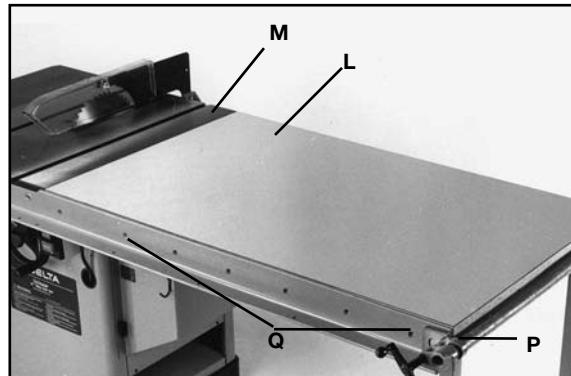
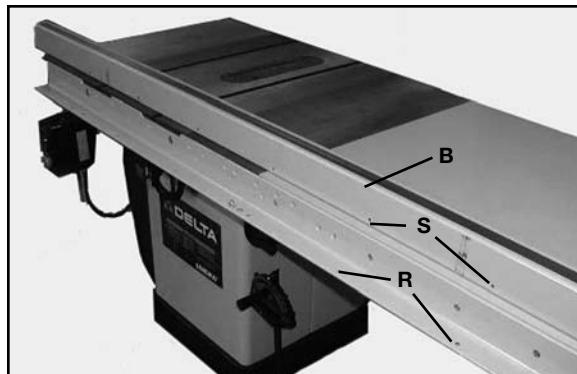

FIG. 12
FIG. 14
9. Installer le module de la rallonge (L), fig. 12, en place entre les deux barres de guidage comme montré. S'assurer que l'extrémité de la rallonge affleure contre la table de scie (M). Au moyen d'une équerre, s'assurer que la rallonge (L) est dans le même plan et au même niveau que la table de scie (M). Tapoter délicatement vers le haut ou le bas et régler les vis de nivellement de la patte. Dès que la rallonge (L) et la table de scie (M) sont dans le même plan et de niveau, serrer la barre de serrage (P) pour maintenir le tout en position. Puis, percer des trous de $\frac{1}{4}$ po (6 mm) à l'avant et l'arrière de la rallonge en utilisant comme gabarit les trous (Q) pratiqués dans les barres de guidage. **REMARQUE :** le nombre de trous (Q) dans les barres de guidage avant et arrière variera en fonction de la longueur des barres de guidage achetées.
10. Une fois les trous percés dans le bord avant et arrière de la planche de la rallonge, fixer les barres de guidage avant et arrière au moyen des vis à tête cruciforme de $\frac{1}{4}$ -20 x $1\frac{1}{2}$ po (6 mm-20 x 38 mm), des rondelles plates et des écrous hexagonaux (R) de $1\frac{1}{4}$ po de diamètre externe (32 mm).
11. Déposer le tube du guide (B), fig. 14, sur la table de scie comme montré. Aligner les trous taraudés (S) au fond du tube du guide avec les trous transpercés (T) de la barre de guidage avant. **REMARQUE : le tube du guide dépasse la barre de guidage de 152 mm (6 po) à chacune des extrémités.**
12. Positionner le tube du guide (B) sur la barre de guidage avant et le fixer au moyen des longues vis à tête hexagonale de $\frac{1}{4}$ -20 x $\frac{1}{2}$ po (6 mm-20 x 13 mm) et les rondelles de blocage. **REMARQUE :** dans les cas où il y a deux trous à une distance de 63,5 mm (2 $\frac{1}{2}$ po), utiliser uniquement un seul des deux trous.